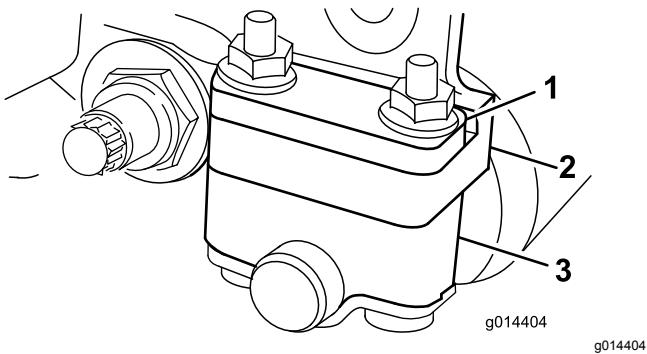
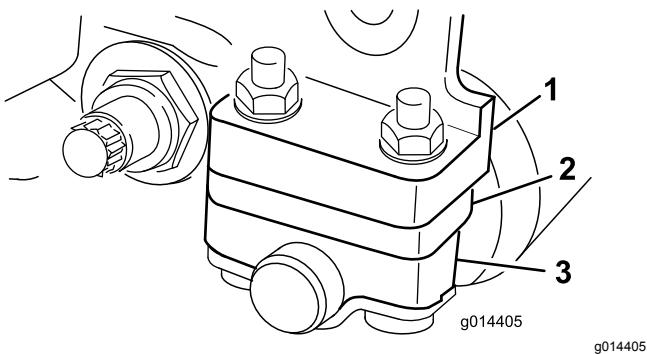

図 14
図 15
使用する刈高によって、後ローラブラケットの取り付け位置を低位置または高位置 図 14 または 図 15 から選択する必要があります。
- 刈高 1.5-6 mm の場合 図 14 のように、スペーサをサイドプレート取り付けフランジの上にセット出荷時の設定する。
4. 必要に応じてスペーサを、ローラブラケットの上または下にする図 14または図 15。